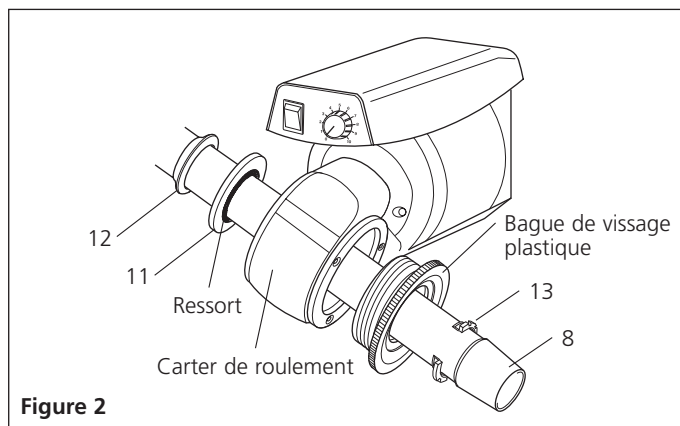

Figure 2
3. Passer l'extrémité pleine du tube de vapeur (8) par le côté droit du bloc moteur et l'enfoncer en position jusqu'à ce qu'il se mette solidement en place derrière le collier à ressort. L'assemblage conique devrait être sur la droite du moteur vu de devant.
4. Placer le joint de vide principal (11) et le sous-joint (12) sur l'extrémité pleine du tube de vapeur (à gauche) et les faire glisser vers le bas jusqu'à ce qu'ils prennent place dans le carter de roulement. Il est important que ces éléments soient montés dans le bon ordre et que le côté sous charge de ressort du joint principal soit tourné vers le carter de roulement (voir fig. 2).
5. Placer le collier de fixation (13) sur le côté assemblé du tube de vapeur (à droite) et le faire glisser jusqu'à ce qu'il s'accroche dans la bague de vissage plastique (fig. 2).